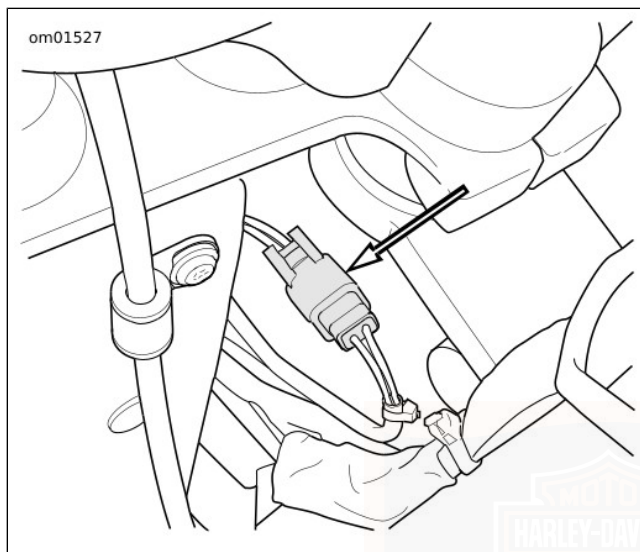
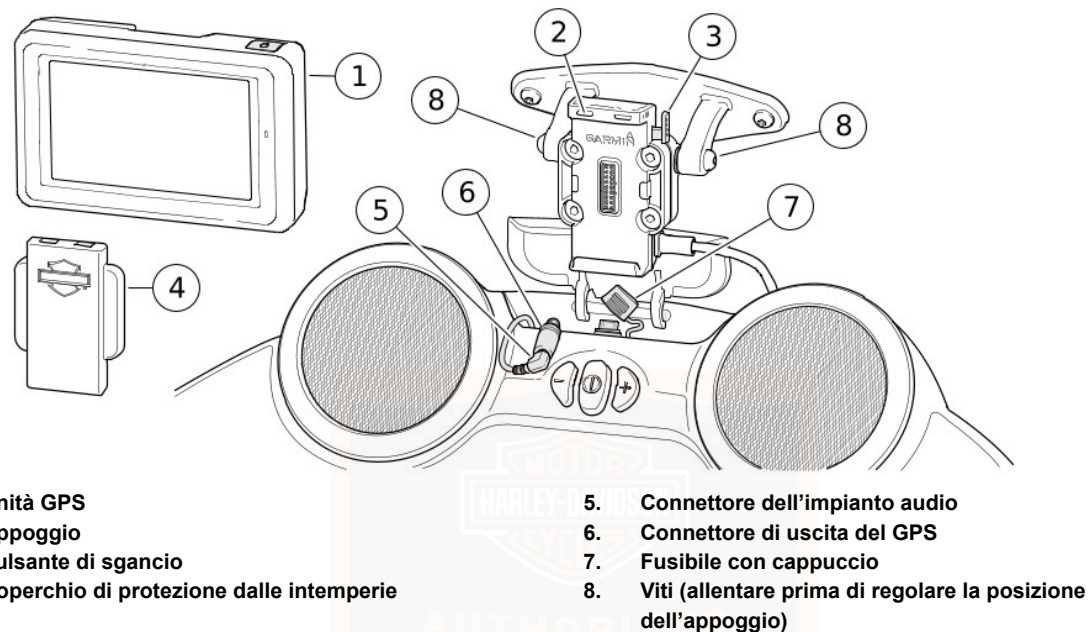

Figura 18. Connettore di alimentazione dell'impianto audio
Figura 20. Unità GPS Road Tech zumo 660
1. Vedere Figura 18. Scollegare il connettore di alimentazione dell'impianto audio sul lato sinistro del canotto dello sterzo.
4. Vedere Figura 18. Collegare il connettore di alimentazione dell'impianto audio. Accertarsi che il cablaggio audio non si schiacci, inceppi o interferisca con il manubrio quando lo si gira a destra o a sinistra fino ai finecorsa sulla forcella.
Vedere Figura 20. Per poter ascoltare i messaggi audio dell'unità GPS attraverso gli altoparlanti, il connettore di uscita del GPS (6) deve essere collegato al connettore dell'impianto audio (5). Vedere COMANDI E SPIE > UNITÀ GPS ROAD
Vedere Figura 20. L'unità GPS Road Tech™ zumo® 660 fornisce mappe e istruzioni audio per la navigazione durante la guida. L'unità contiene numerose destinazioni quali strutture e concessionari Harley-Davidson e altri luoghi di interesse. Può essere personalizzata con la posizione della propria abitazione e le destinazioni preferite.
- *Vedere Figura 20. Per ascoltare le istruzioni vocali dell'unità GPS o i file audio attraverso gli altoparlanti della motocicletta, il connettore di uscita del GPS nel vano portaoggetti della carenatura deve essere collegato a quello dell'impianto audio.*
1. Vedere Figura 20. Rimuovere dall'appoggio il coperchio di protezione dalle intemperie.
1. Vedere Figura 20. Premere il pulsante di sgancio sul fianco dell'appoggio.
Vedere Figura 20. Per regolare in alto o in basso la posizione dell'appoggio, allentare le viti sui due lati della staffa dell'appoggio finché i denti non si disinseriscono. Girare l'appoggio nella posizione desiderata e serrare nuovamente le viti ad una coppia di 1,6–2 N·m (14–18 in-lbs).
Assenza di istruzioni vocali o di segnale audio dall'unità multimediale	• Regolare le impostazioni audio dell'unità GPS. Controllare le impostazioni del comando generale del volume e di quelli del GPS e del riproduttore multimediale. Controllare che il volume dell'unità GPS non sia azzerato. • Controllare che l'impianto audio sia alimentato e regolare i comandi del volume dell'impianto stesso. • Controllare che il connettore di uscita del GPS nel vano portaoggetti della carenatura sia collegato a quello dell'impianto audio. Vedere Figura 20.
L'unità GPS non si carica quando è installata	• Assicurarsi che il cavo di alimentazione dell'impianto audio sia collegato. Vedere Figura 18. • Controllare il fusibile del GPS nel vano portaoggetti della carenatura. Vedere Figura 20.